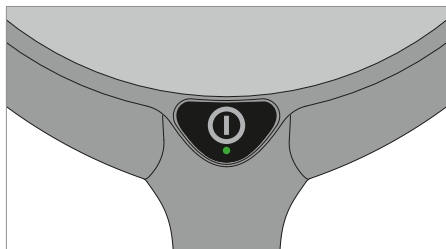

Fig. 6: Tasto.
- Premere il tasto, vedi Fig. 6.
- Premere il tasto e tenerlo premuto, vedi Fig. 6.
- Premere il tasto velocemente per due volte consecutive, vedi Fig. 6.